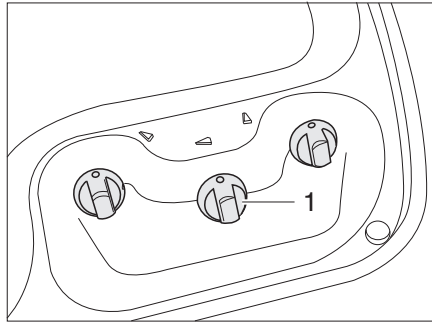
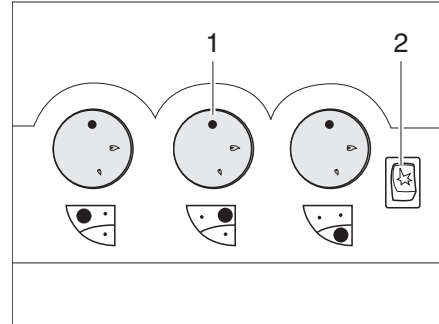

Bild 343 Bedienelemente für Gaskocher (ohne Piezo-Zündtaste)
Bild 344 Bedienelemente für Gaskocher (mit Piezo-Zündtaste)
- Drehregler (Bild 343,1 oder Bild 344,1) der gewünschten Brennstelle auf Zündposition (große Flamme) drehen.
- Wenn eine Zündtaste (Bild 344,2) vorhanden ist: Funke durch Drücken der Zündtaste erzeugen.